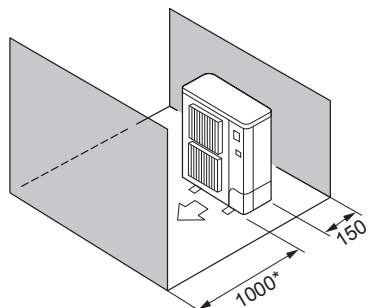

Fig. 2-7
- ⑤ Kun forhindringer foran og bagved (Fig. 2-7)